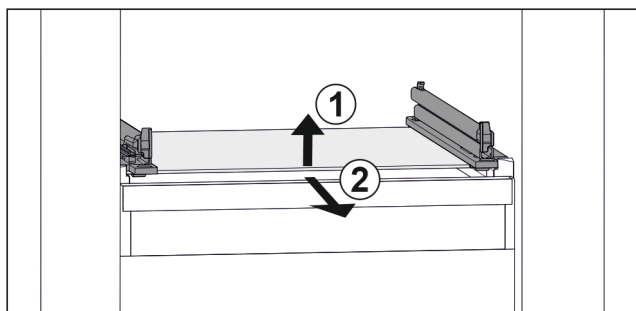

Fig. 118 Primjerni prikaz staklene ploče
- ▶ Izvadite staklenu ploču prema naprijed. Fig. 118 (2)